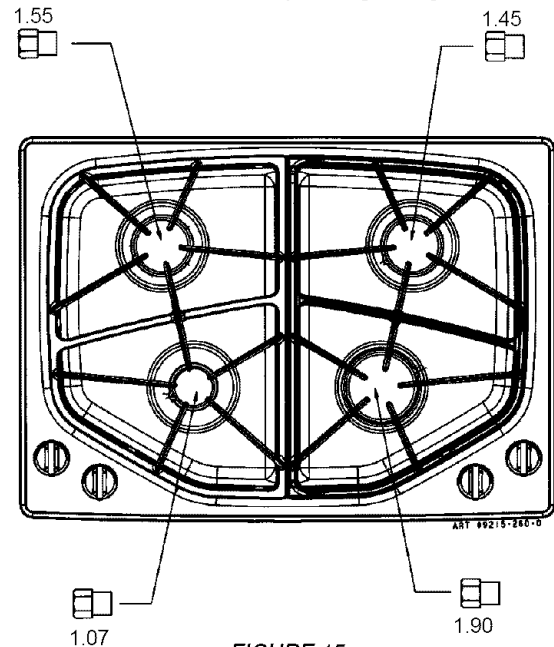

FIGURE 15
4. Pour l'étape 5 : Trouver les injecteurs à orifice montés sur l'appareil à l'origine, avant sa conversion au GPL. Observer le nombre que porte chaque raccord et noter l'emplacement de brûleur correct pour chacun sur les figures 15 et 16.
Les débits d'arrivée prévus sont indiqués à la figure 15 ci-dessous.